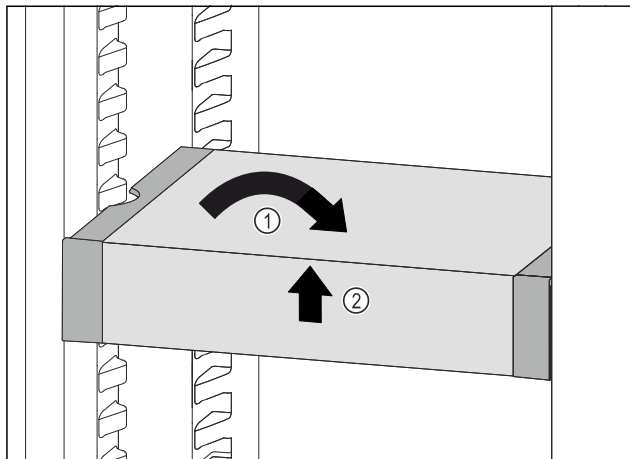

Fig. 129
- Remettre le VarioSafe droit. *Fig. 129 (1)*
- Soulever la partie avant du VarioSafe. *Fig. 129 (2)*